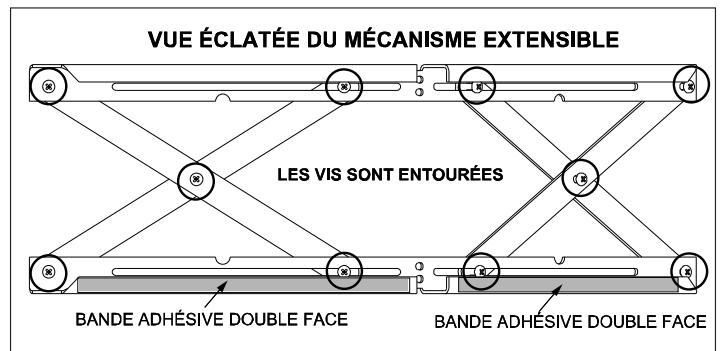

Figure 22.1
1. Les 10 vis de chaque mécanisme extensible sont fournies desserrées. **Figure 22.1.**